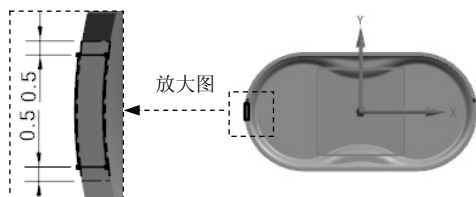

图 8.2.13 草图 1
Step9. 创建图 8.2.13 所示的草图 1。
(1) 选取命令。选取下拉菜单 **插入(S)** → **在任务环境中绘制草图(V)** 命令，系统弹出“创建草图”对话框。
① 进入草图环境，绘制图 8.2.13 所示的草图。
② 单击 **完成草图** 按钮，退出草图环境。